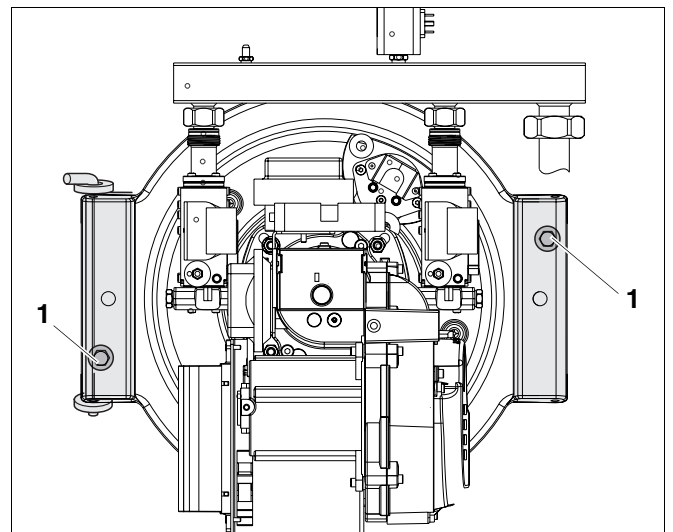

Abb. 20 Schrauben der Brennertür lösen
- Schrauben der Brennertür gleichmäßig lösen (Abb. 20, **Pos. 1 und 2**).